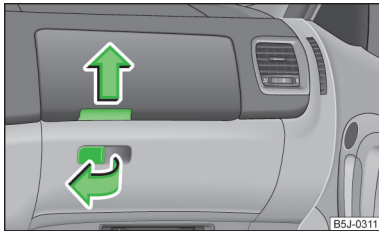

Abb. 83
- Den Griff der Klappe in Pfeilrichtung ziehen » Abb. 83 und die Klappe herunterklappen.